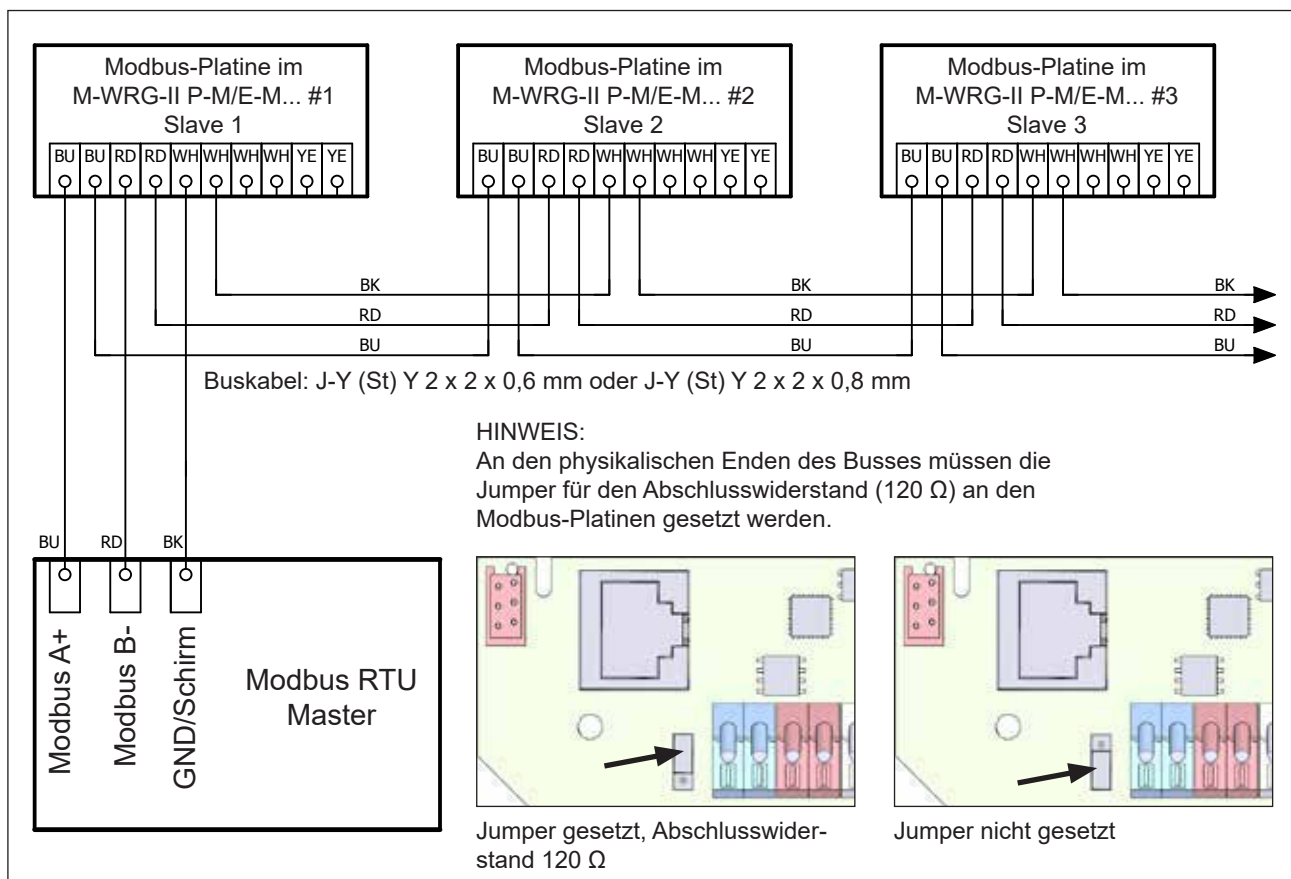

Abb. 24: Anschlussschema Modbus
- ▶ Führen Sie die Verdrahtung durch, wie in Abb. 24 auf Seite 40 gezeigt.